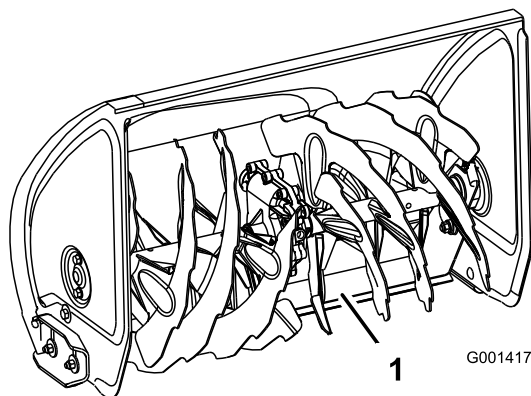

Figure 44
4. Appuyez sur le guidon pour permettre à la lame racleuse pivotante d'avancer complètement, puis abaissez l'avant de la déneigeuse de sorte que le bord avant de la lame racleuse pivotante touche le sol (Figure 44).